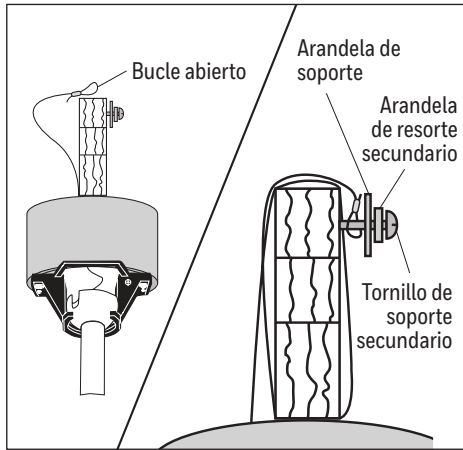

Figura 4.2
2. Instale el tornillo de soporte secundario, la arandela de resorte secundario y la arandela de soporte parcialmente en el costado del soporte instalado en el techo. Luego, levante el cable trenzado por sobre el soporte de techo y coloque el bucle abierto del cable trenzado alrededor del tornillo de soporte secundario. **Nota:** Es posible que no se pueda acceder al soporte de techo desde abajo. Si no es así, se debe acceder desde arriba. **Importante:** el cable trenzado debe formar un círculo completo alrededor del soporte para asegurar el ventilador (Figura 4.2).